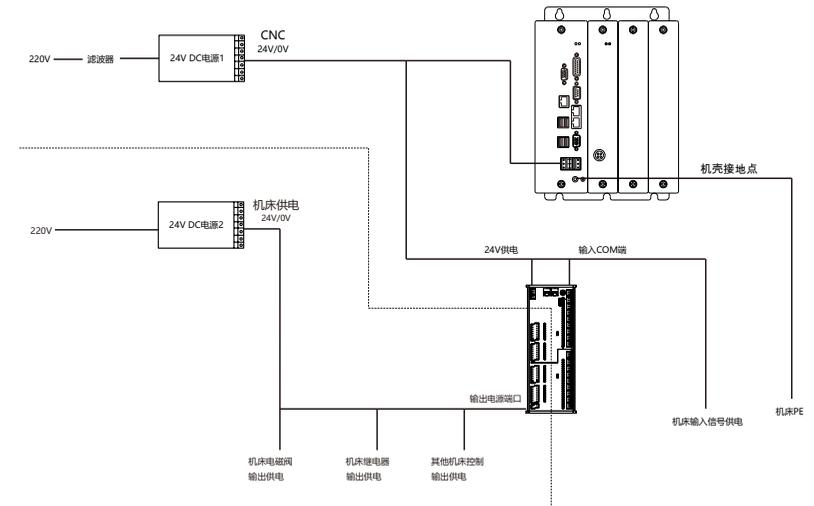

图3-3 主机电源分布图
- 3. 电气柜内其它24V设备(如电磁阀、工作照明灯、扩展模块输出部分的电源)另外安装一台24V电源供电(如图3-3)。